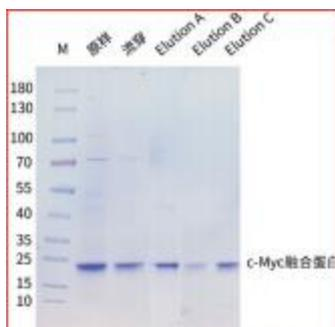

图 2.Magneti-Q Myc 标签蛋白纯化试剂盒纯化分泌蛋白的 SDS-PAGE 电泳图
- 5) 对洗脱产物进行 SDS-PAGE 电泳, 结果请见图 2。